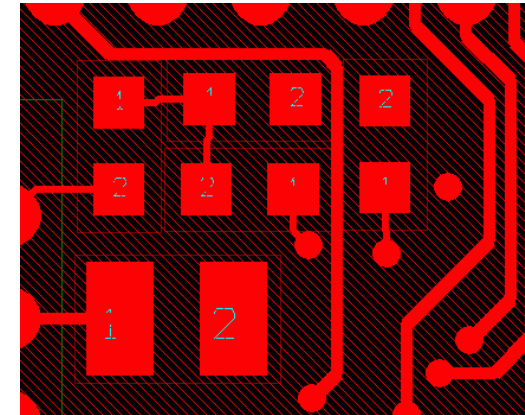

рис. 4-21
**Use Fast Fill Mode.** Ещё более упрощённый способ отображения Pours (рис. 4-21).